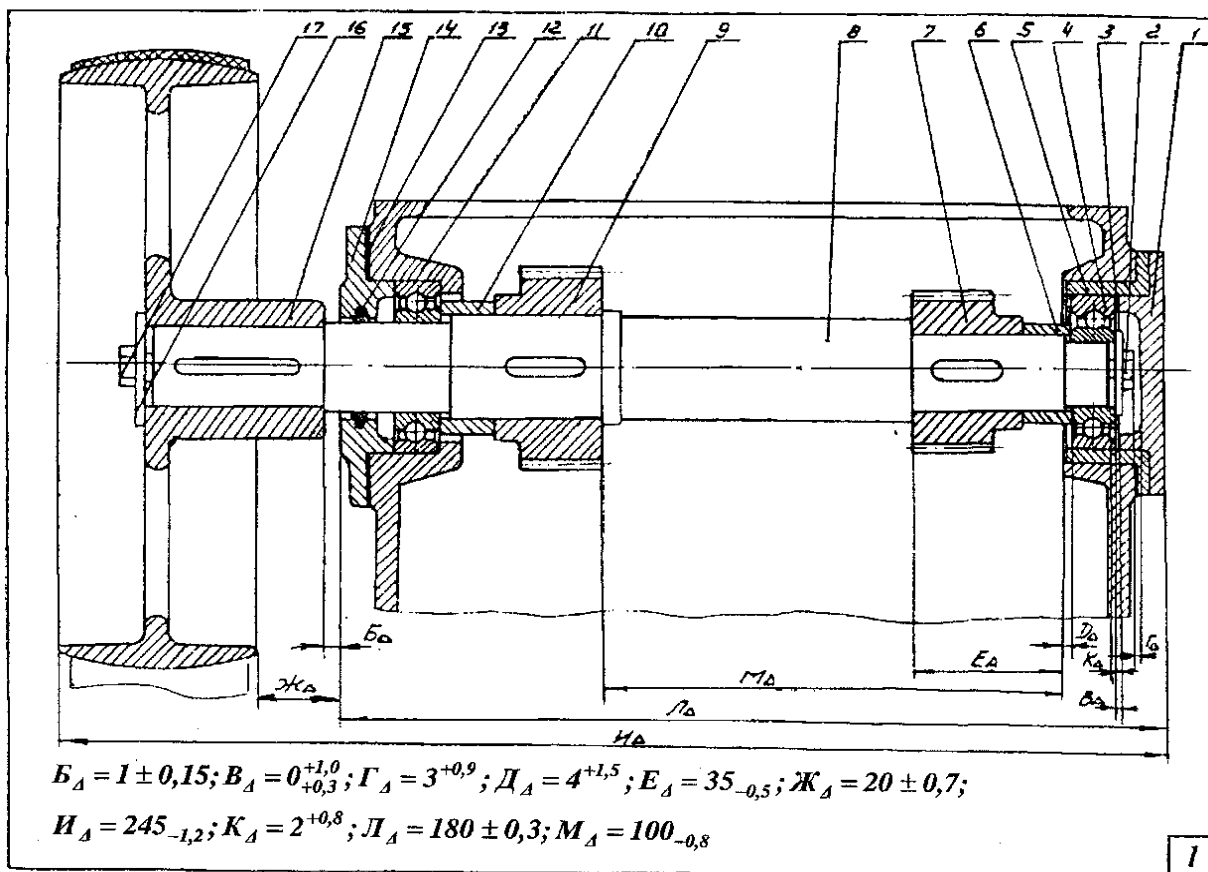

Рис. 1 – Сборочный чертёж №1
- A1. Определить, чему равен наибольший размер отверстия в посадке на рис.1, а)
- A2. Определить, какая из посадок на рис.1 является посадкой с натягом в системе вала
- A3. Определить, чему равен наименьший зазор в посадке на рис.1, г)
- A4. Определить, чему равен допуск вала на рис.1, а).
- A5. Сделать заключение о годности отверстия на рис.1, д), если его действительный размер